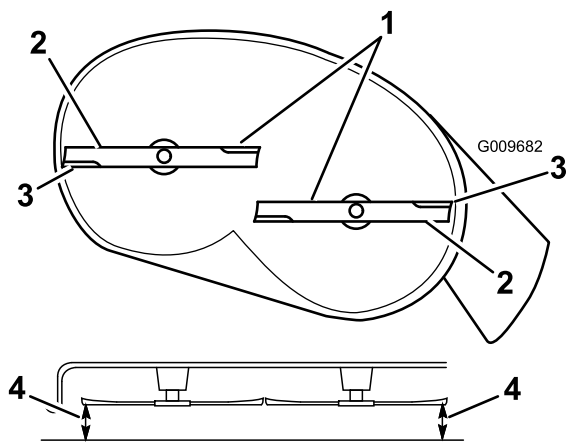
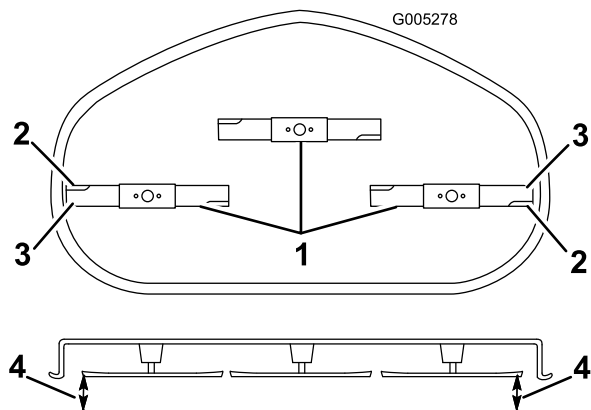

Figure 59
Figure 60
- Faites pivoter les lames avec précaution pour qu'elles soient toutes parallèles (Figure 59 et Figure 60).
5. Mesurez la distance entre les tranchants extérieurs et la surface plane (Figure 59 et Figure 60). Si les deux mesures diffèrent de plus de 5 mm, un réglage s'impose. Poursuivez la procédure.